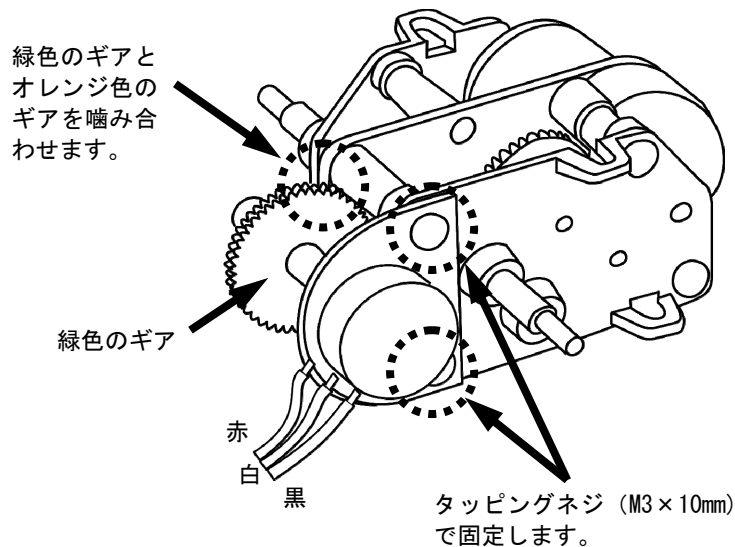

図5-4 ポテンシオメータ基板の取り付け
- (3) 熱収縮チューブを収縮させて、黒、白、赤のワイヤハーネスを軽く撚り合わせます。
- (4) 日本圧着端子製ハウジング XHP-3 の **1番** に、赤のワイヤハーネスのコンタクトピンを挿入します。
- (5) ポテンシオメータの回転軸側に緑色のギア(穴は直径 5.5mm に加工済み)を取り付けます。
- (6) ポテンシオメータ基板をタッピングネジ(M3×10mm)を使って、図5-4のようにギアボックスに取り付けます。
- (7) ポテンシオメータのギア(緑色)をモータで駆動されるギア(オレンジ色)に噛み合わせます。